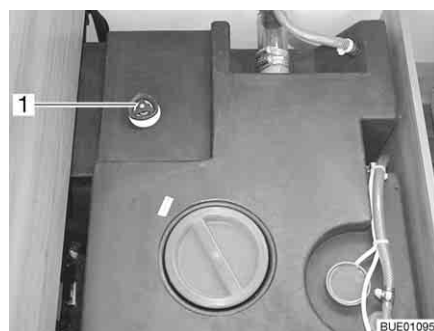

Bild 202 Vattentank med ratt
- Vrid ratten (Bild 202,1) på vattentanken medurs till stoppläget.
- Vrid ratten (Bild 202,1) på vattentanken moturs till motståndet. Vattnet rinner ut tills 60 liter är kvar.